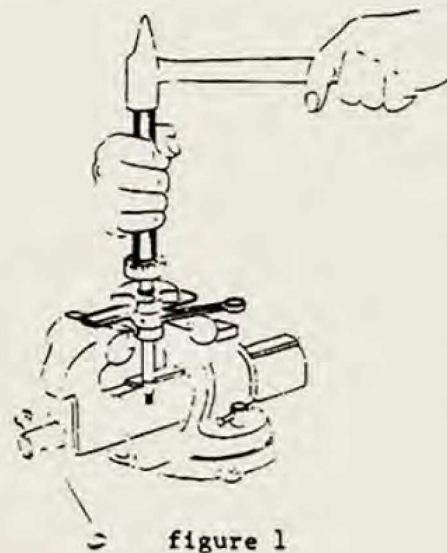

figure 1
- Placer cet ensemble entre les deux mors d'un étau (fig 1).
- Enfoncer le roulement bien à fond à l'aide d'un tube de  $\varnothing$  extérieur égal à celui de la cage intérieure du roulement (fig 1).